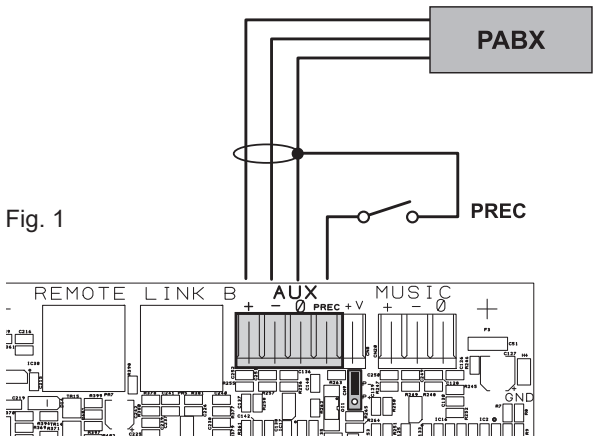

Fig. 1
I morsetti **AUX** (14) sono disponibili per la connessione di sorgenti ausiliarie (ad es. un centralino telefonico od una base per annunci con contatto di precedenza). Nel primo caso, a cui fa riferimento la fig. 1, è necessario inserire un jumper sul connettore CN9 in posizione "P-"; nel secondo caso, invece, utilizzando una postazione preamplificata MBT 1101, il collegamento tra la presa AUDIO OUT della base e i morsetti AUX dovrà essere effettuato secondo quanto riportato nella tabella ed il jumper dovrà essere posizionato su "P+". **NOTA:** la selezione modalità P- / P+ deve essere effettuata anche via menu (**AUDIO SETTING > set>AUX, CHIME**, pag. 26).